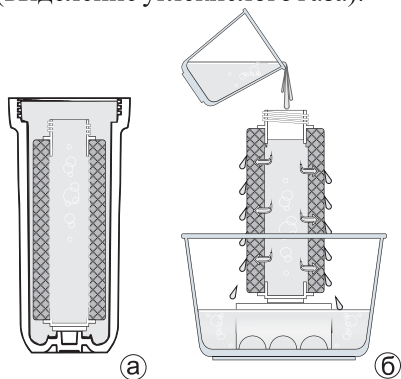
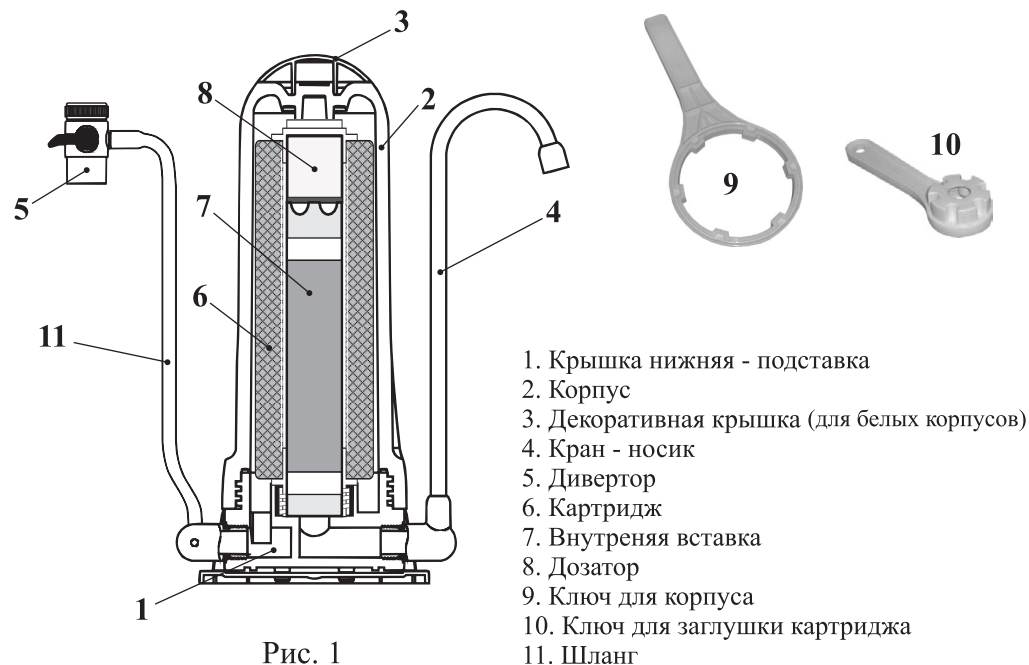

Рис. 3
Рис. 1
Установить картридж в корпус, удалив декоративную крышку (рис. 1, поз. 3) и полностью залить его приготовленным раствором (примерно 0,6 л)(рис. 3а). Оставить на 10-12 часов, после чего вынуть картридж и вылить отработанный раствор. Поставить картридж вертикально в мойку и пролить через него оставшийся раствор, заливая внутрь через резьбовую горловину и дать полностью стечь (рис. 3б). Вымыть водой остатки раствора из картриджа в два этапа.
Поставить фильтропатрон в мойку или соответствующую емкость на подставку и проливать через него приготовленный раствор, заливая его внутрь фильтропатрона через резьбовую горловину порциями до самого верха до тех пор, пока выходящий из него раствор не станет чистым и прозрачным (рис. 3б).
Для очистки следует ключом (рис. 1 поз. 9) отвернуть корпус фильтра, вывернуть фильтропатрон, специальным ключом (10) вывернуть заглушку картриджа, извлечь дозатор (если есть).